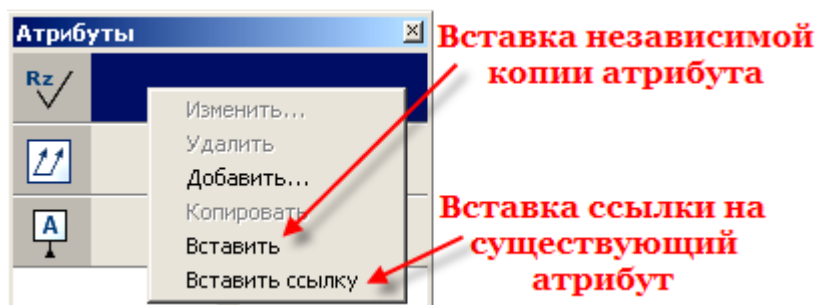

Рисунок 8.5
3. Выполнить команду **Вставить** в контекстном меню (см. Рисунок 8.5). В этом случае будет создана независимая копия атрибута, не связанная с исходным атрибутом (см. Рисунок 8.5).
При копировании элемента оформления с последующей ставкой в качестве ссылки на исходный атрибут (команда **Вставить ссылку**) (см. Рисунок 8.5) система позволяет создать несколько атрибутов, привязанных к одному источнику данных, – исходному элементу оформления.